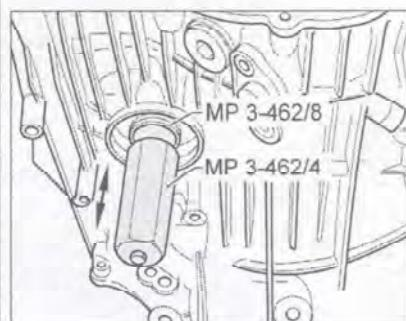

Рис. 7.305. Перемещая дифференциал вверх-вниз (стрелки) с помощью приспособления MP 3-462/4, считайте показания индикатора.
11. Перемещая дифференциал вверх-вниз (стрелки) с помощью приспособления MP 3-462/4, считайте показания индикатора (рис. 7.305).